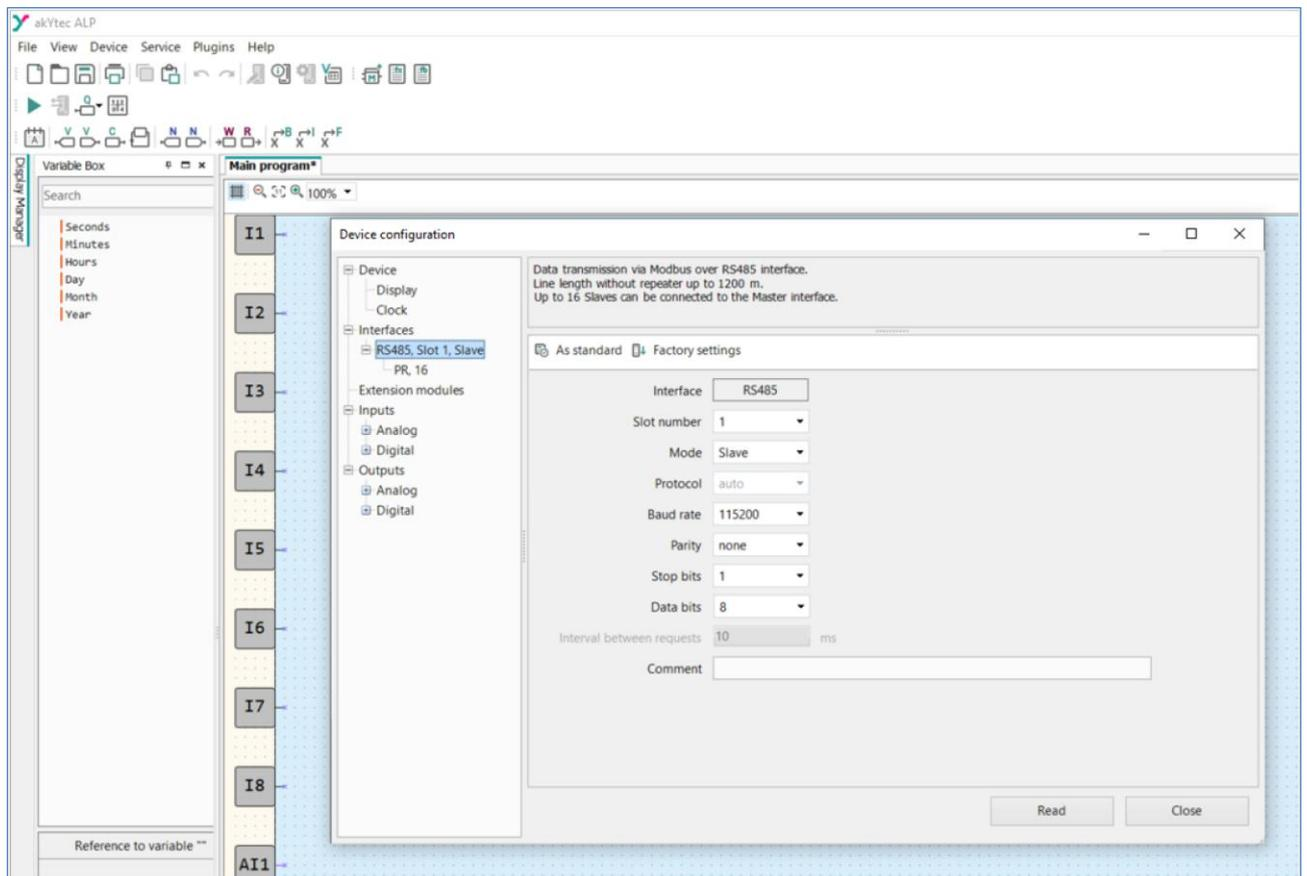

Abb. 16.1
1.1. Legen Sie die Netzwerkeinstellungen des Geräts fest (Abb. 16.1):